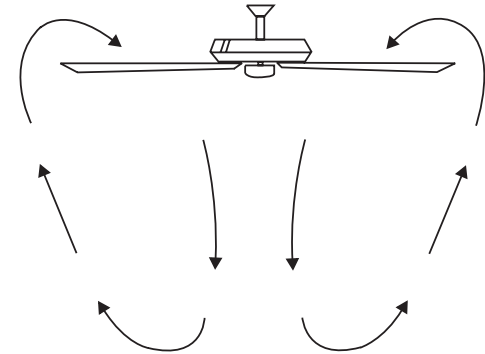

Fig. 23
**Opération par temps chaud:** Forward (sens antihoraire) Un flux d'air vers le bas crée un effet de refroidissement, comme illustré à la Fig. 23. Cela vous permet de régler votre climatiseur sur un réglage plus chaud sans nuire à votre confort général.